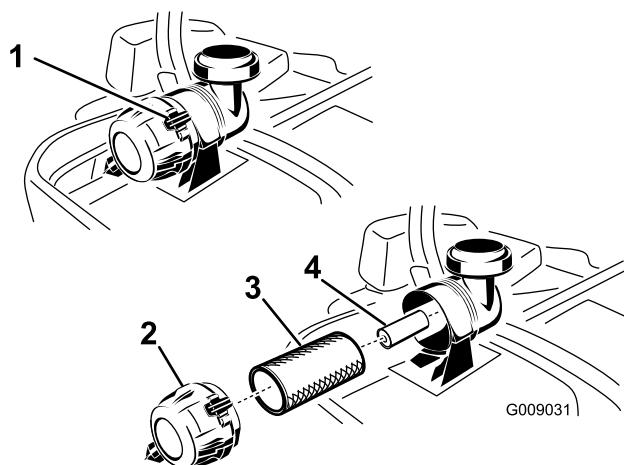

Figure 36
3. Appuyez sur les attaches du filtre à air pour les ouvrir et détachez le couvercle du corps du filtre à air (Figure 36).
5. Sortez l'élément principal du corps du filtre avec précaution (Figure 36). Évitez de cogner l'élément à l'intérieur du corps.
1. Ne nettoyez pas l'élément en papier ; remplacez-le (Figure 36).
2. Si vous remplacez l'élément secondaire, insérez-le avec précaution dans le corps du filtre (Figure 36).
3. Placez ensuite l'élément principal sur l'élément secondaire avec le même soin (Figure 36). Assurez-vous qu'il est bien engagé en appuyant sur le rebord extérieur.
4. Montez le couvercle, reniflez en bas, et tournez-le pour que les attaches verrouillent le couvercle en place (Figure 36).